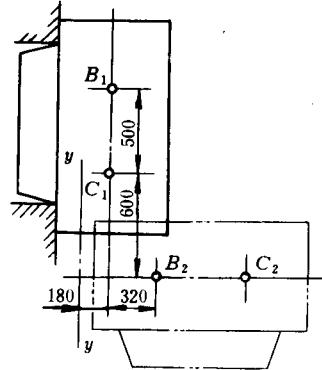

图 1-10
- 设计一加热炉炉门的启闭机构。已知炉门上两活动铰链的中心距为 500mm , 炉门打开后, 门面水平向上, 设固定铰链装在 $y-y$ 线上, 其相关尺寸如图 1-10 所示。